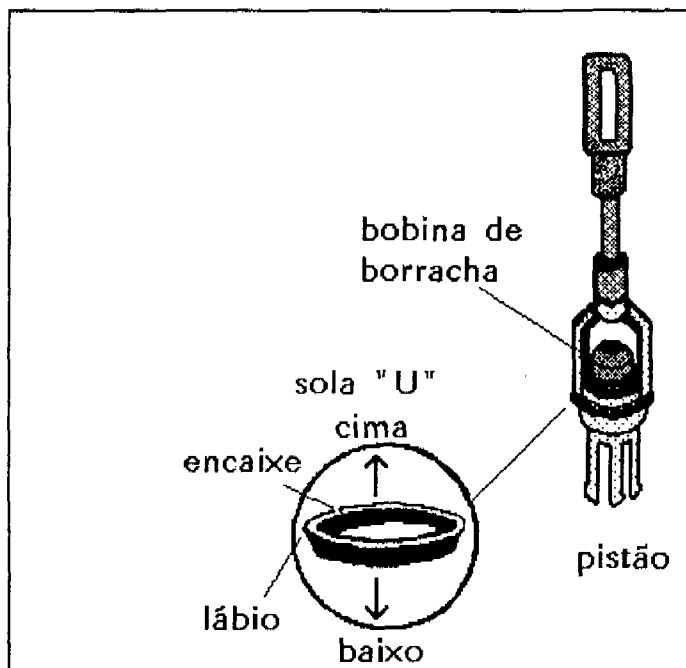

Figura 9
23. Controle se o pistão, a sola "U" e a bobina de borracha estão nas posições correctas. Veja figura 9.